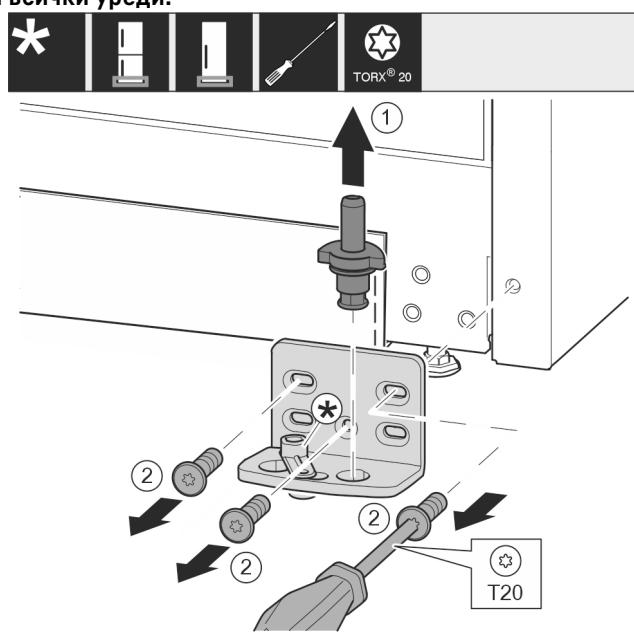

Fig. 12
- Извадете изцяло нагоре лагерния болт. Fig. 12 (1)
- Отвийте винтовете с отвертка T20 и свалете лагерната стойка. Fig. 12 (2)